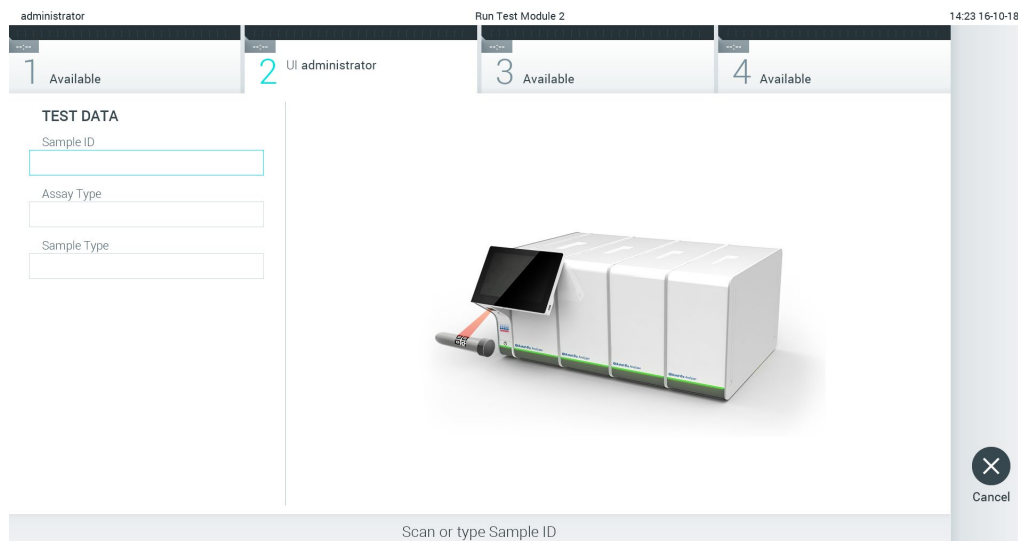

图 23. 扫描样本 ID 条形码。
2. 出现提示后，请使用操作模块中集成的条形码阅读器扫描样本 ID 条形码（图 23）。